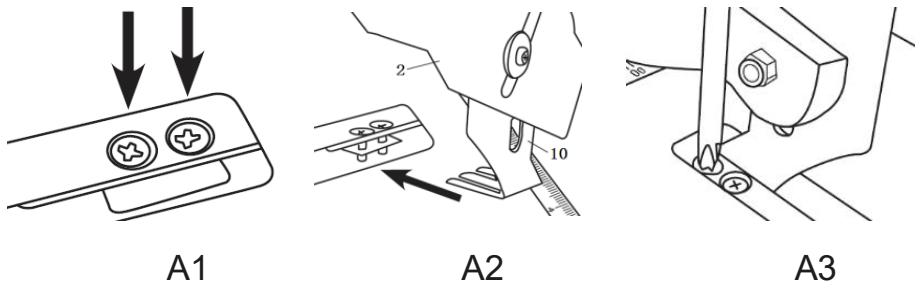

Рисунок 2. Схема встановлення розклинювального ножа з кожухом.
5.1.2.1 Монтаж розклинювального ножа та захисного кожуха (Рис. 2).
1. Послабити викруткою попередньо встановлені затискні гвинти на робочому столі для розклинювального ножа, який постачається встановленим на захисний кожух (Рис. 2, A1).
2. Вставити 2 прорізи опорної лапки розклинювального ножа під затискні гвинти на робочому столі так, щоб опора ножа потрапила між двома пластинами (Рис. 2, A2). Нахил столу може полегшити це завдання.
3. Зафіксувати розклинювальний ніж гвинтами (Рис. 2, A3).